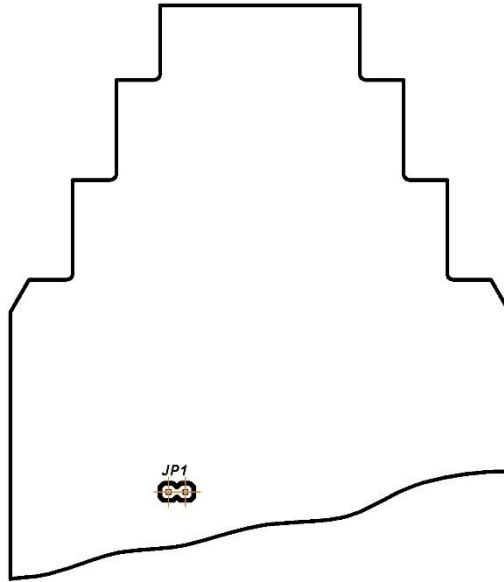

Рисунок 4.5 – Положення перемички JP1 на платі модуля (корпус модуля знято)
4.3.6.1 Знеструмити модуль, зняти з шини та встановити перемичку JP1 (рис. 4.5), після чого встановити модуль назад на шину. Модуль перейде в режим конфігурації налаштувань мережі, про що свідчить миготіння світлодіода "PWR" на передній панелі приладу.